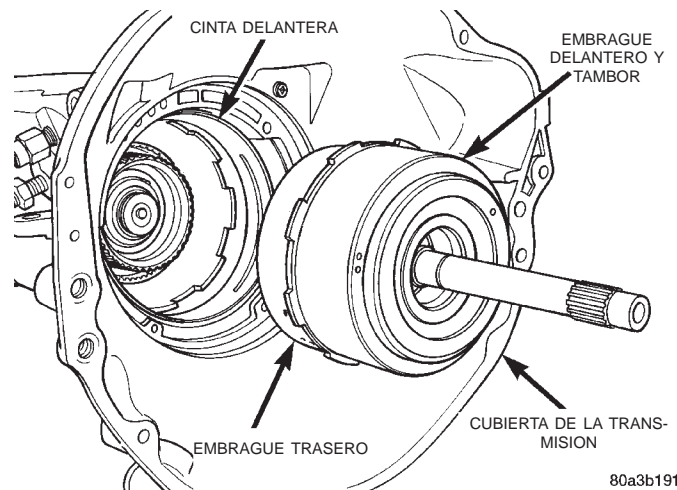

Fig. 104 Instalación del embrague delantero y trasero
- (31) Instale las unidades de embrague delantero y trasero como conjunto (Fig. 104). Alinee el embrague trasero con el engranaje anular delantero e instale el conjunto en el casco impulsor. **Asegúrese de que la arandela de empuje y la placa de empuje del eje transmisor no se desplacen durante la instalación.**